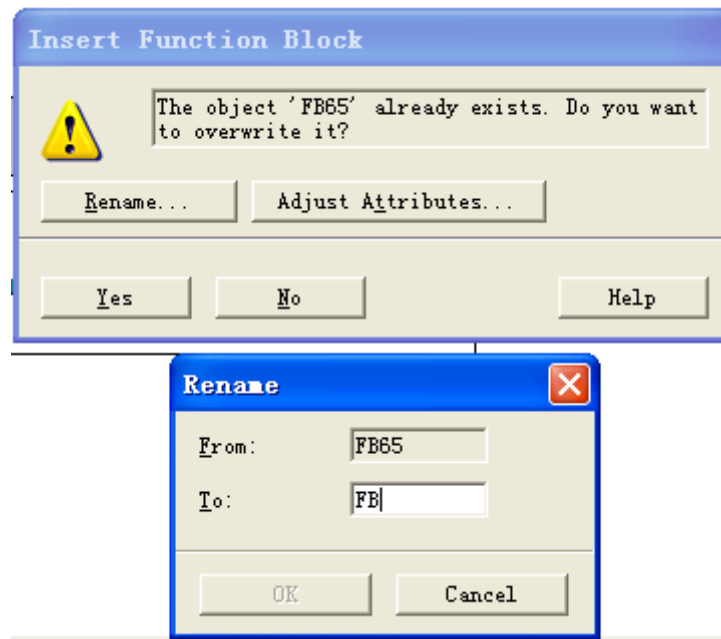

图 2.4.1
(5)、如果 300 需要和多个设备进行 UDP 通信时，300 需要使用不同的端口号，且 FB65，FB67，FB68，FB66 需要使用不同的名称。如图 2.4.1 所示。